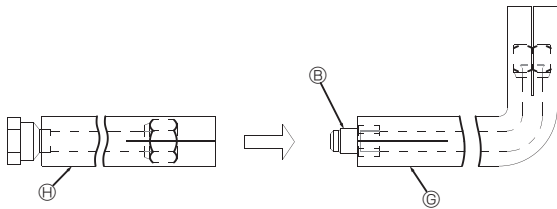
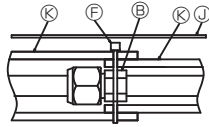
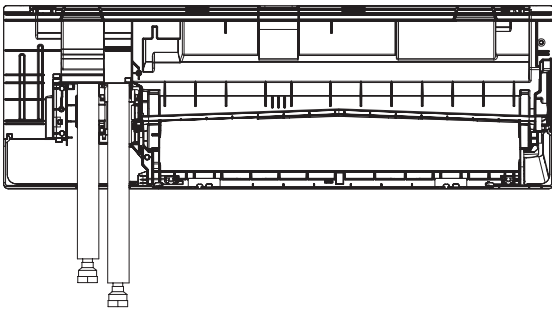

Fig. 3-9
Fig. 3-10
Fig. 3-18
#### 3.3.3. Installation der Verbindungsrohre ⑥ und ⑦ (Modell WL32/40) (von Fig. 3-9 bis Fig. 3-18)
- (1) Zwei Sätze mit L-förmigen Verbindungsrohren ⑥ und I-förmigen Verbindungsrohren ⑦ verbinden. (Fig. 3-9) (Anzugsmoment der Konusmutter beträgt 68 N·m bis 82 N·m)
- (2) Verbindungsrohre mit Abdeckung umwickeln und diese an Band ⑧ befestigen.
- (3) Isolation ⑨ so anbringen, dass sie die geschnittenen Teile der Verbindungsrohre abdeckt. (Fig. 3-10)